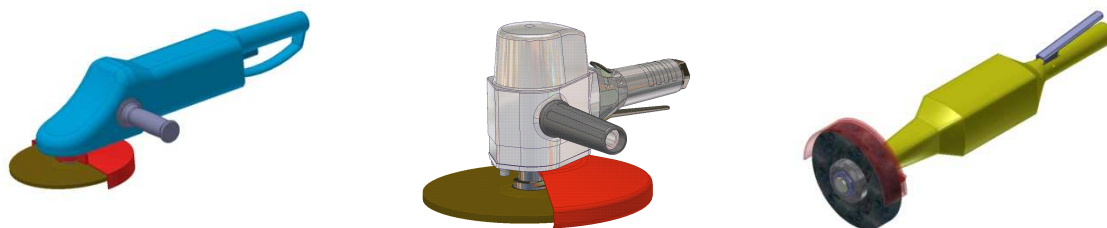

Figure 1 : Exemples de meuleuses d'angle, verticale et droite
En application du décret n°2005746 du 4 juillet 2005, le dossier web «vibrations transmises à la main et au bras » de l'INRS décrit la méthode de calcul de l'exposition vibratoire d'un opérateur sur une journée de 8 heures de travail (notée A(8) et exprimée en m/s^2). En situation réelle, on constate que quelle que soit la famille de meuleuses, la valeur d'exposition A(8) évaluée à partir des résultats de la figure 1, dépasse fréquemment la valeur déclenchant l'action de prévention fixée à $2,5 m/s^2$ dès que la durée d'utilisation excède 2 heures par jour. Il est rare que l'exposition quotidienne dépasse la valeur limite de $5,0 m/s^2$. Néanmoins l'opérateur peut être